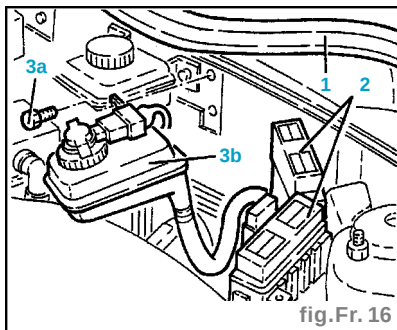

fig. Fr. 16
- Déposer la garniture (**1**) de la cloison du logement du moteur (fig. Fr. 16).